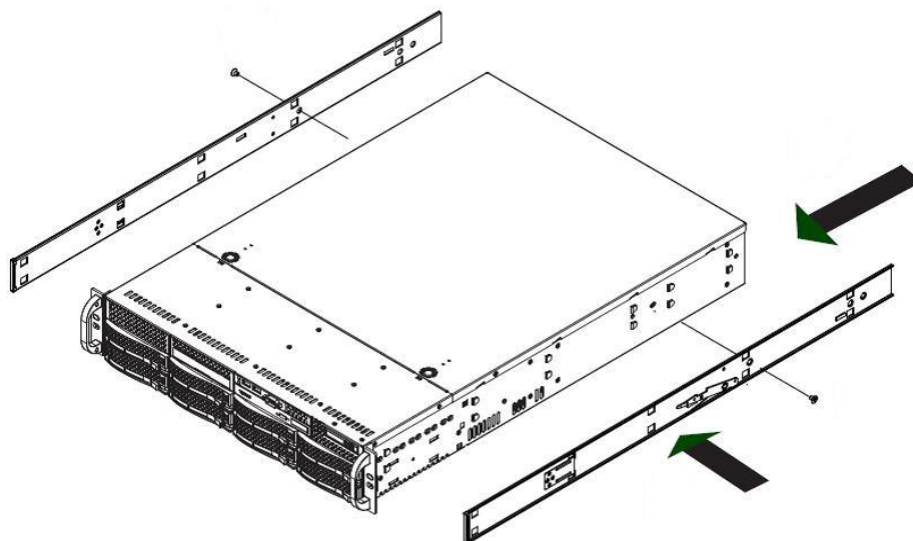

Рисунок 32 – Установка внутренних направляющих
- установка внутренних направляющих (см. Рисунок 32):